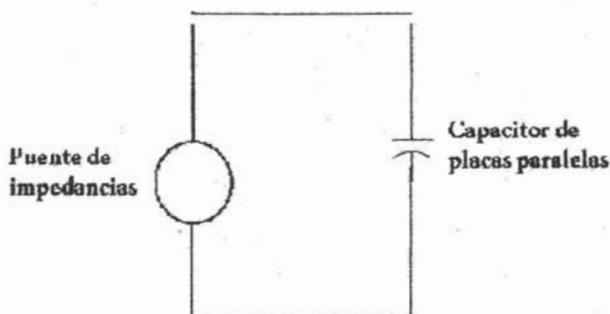

Figura 2.12
El estudiante medirá la capacitancia del capacitor de placas paralelas, de 100 mm , como se indica en la figura 2.12.
c) Haciendo referencia a la figura. 2.12, colocar entre las placas; plástico, cartón y madera (una a la vez); midiendo la capacitancia en cada caso, primero con dieléctrico y luego sin él, conservando la distancia al sacar el dieléctrico, concentre sus mediciones en la tabla 2.5